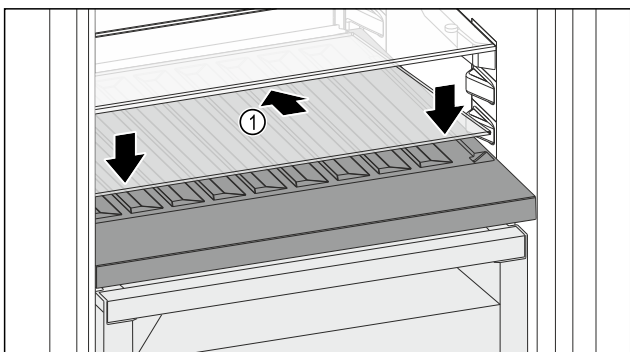

Fig. 139
- ▶ Вставьте стеклянную пластину Fig. 139 (1) наискосок и с уклоном назад вниз.
- ▶ Опустите стеклянную пластину Fig. 139 (1) спереди.